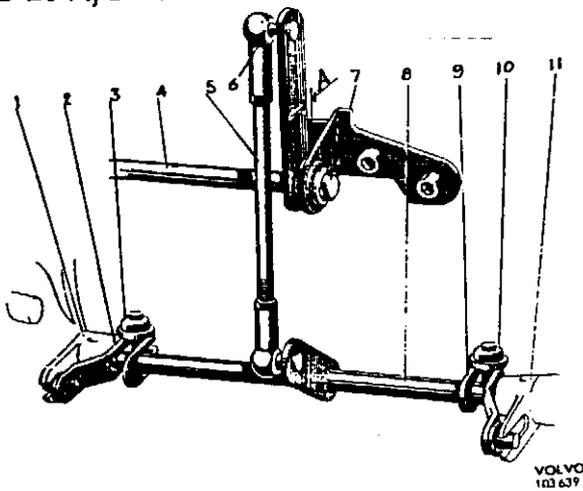

Abb. 118 Zwischenwelle und Hebel
2. Zwischenwelle zwischen den beiden Vergasern anbringen, siehe Abb. 118. Beachten, daß das Abschirmblech fehlerfrei ist und daß die Anliegeflächen sauber sind.
1. Eine 0,5 mm dicke Fühlerlehre bei „A“, Abb. 118, zwischen der Schiene und deren Anschlag einführen. Leerlauf- und Schnelleerlaufschrauben herausschrauben, so daß die Drosselklappen ganz geschlossen werden.
2. Muttern (3 und 10, Abb. 118) lösen und das Außenende der Hebel (2, 9) an der Zwischenwelle vorsichtig nach unten pressen, so daß die Mitnehmerstifte mit dem unteren Zahn der Drosselklappenhebel (1, 11) gerade noch Kontakt bekommen.